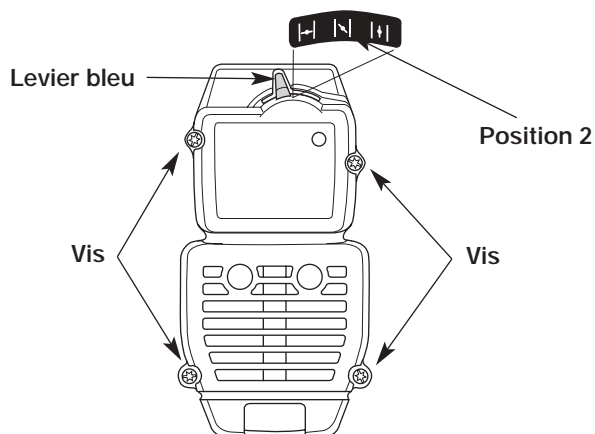

Fig. 21
REMARQUE: pour enlever le couvercle du filtre à air/silencieux, le levier bleu doit être en Position 2 (Fig. 21).
2. Retirez les quatre (4) vis retenant le couvercle du filtre à air/silencieux (Fig. 21). Servez-vous d'un tournevis à lame plate ou à mèche no. 20 Torx.
2. Insérez les quatre (4) vis dans les trous du filtre à air/couvercle du silencieux (Fig. 21) et vissez sans trop serrer.